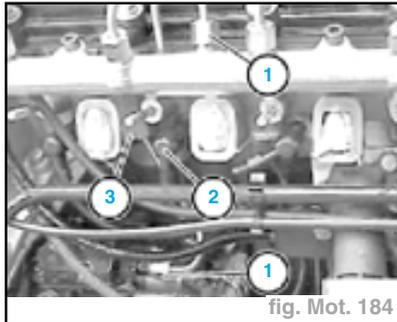

fig. Mot. 184
- Débrancher le connecteur de la bougie de préchauffage, défaire les écrous-raccords (1) de la conduite haute pression et déposer la conduite (fig. Mot. 184).